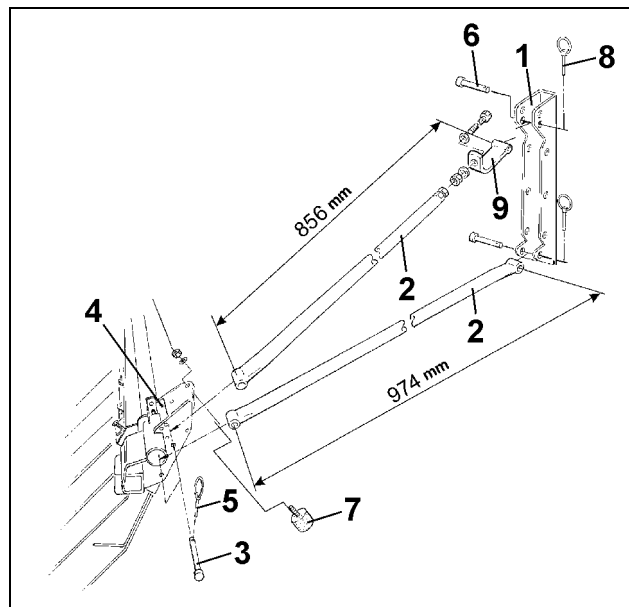

Рис. 24
- Прикрутите резиново-металлический упор (Рис. 24/7).
- Крепежные трубы (Рис. 24/2) закрепите пальцами (Рис. 24/3) на креплениях (Рис. 24/4) выравнивателя и зафиксируйте при помощи фиксирующих пальцев с пружинной защелкой (Рис. 24/5).
- Крепежные трубы (Рис. 24/2) закрепите пальцами (Рис. 24/6) в приемных элементах (Рис. 24/1) и фиксирующими пальцами с пружинной защелкой (Рис. 24/8).